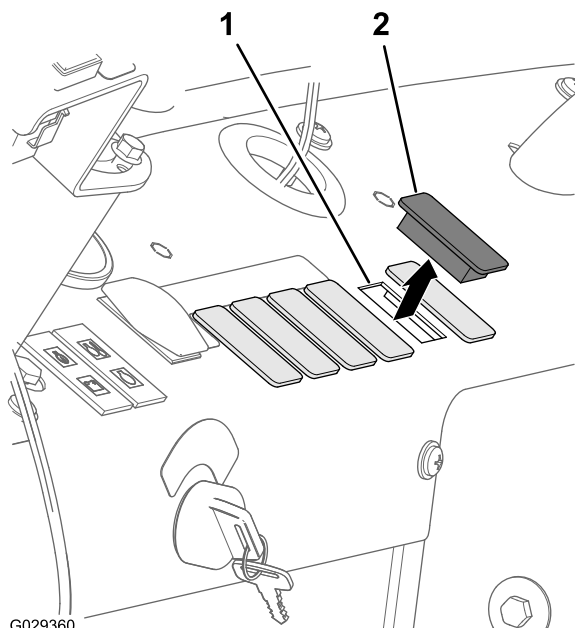
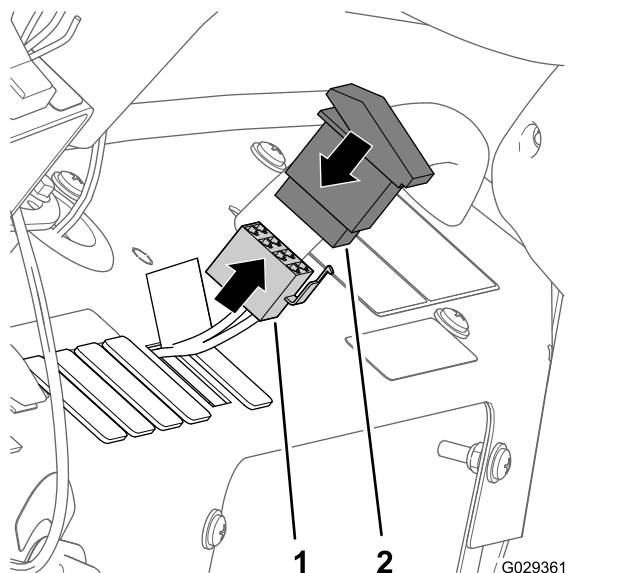

Figura 210
Figura 211
1. Rimuovete il quinto tappo a destra nel cruscotto della macchina (Figura 210).
2. Allineate il connettore a 8 prese attraverso l'apertura del cruscotto e collegate il connettore (Figura 211) ai pin sul retro dell'interruttore a bilanciere a 2 posizioni (interruttore di accensione/spegnimento del compressore).
3. Montate l'interruttore nel cruscotto e premete l'interruttore fino a quando non scatta in posizione nell'apertura (Figura 210 e Figura 211).